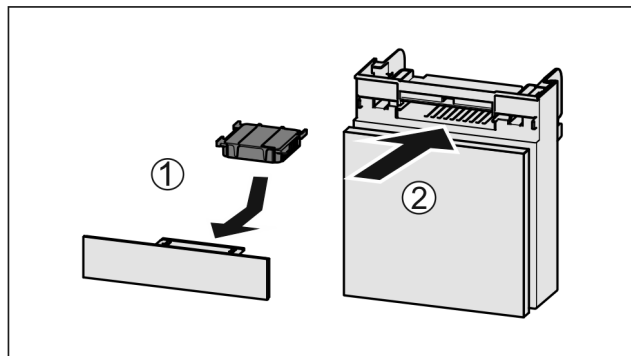

Fig. 176
- ▶ Filtr s aktivním uhlím vložte podle vyobrazení Fig. 176 (1).
- ▶ Zásuvku zasuňte Fig. 176 (2).